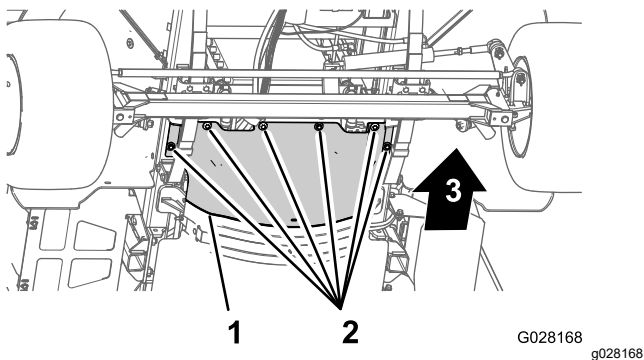

Figure 53
3. Retirez les 6 boulons à tête hexagonale et les 6 rondelles qui fixent l'écran pare-chalear avant au châssis et déposez l'écran (Figure 53).